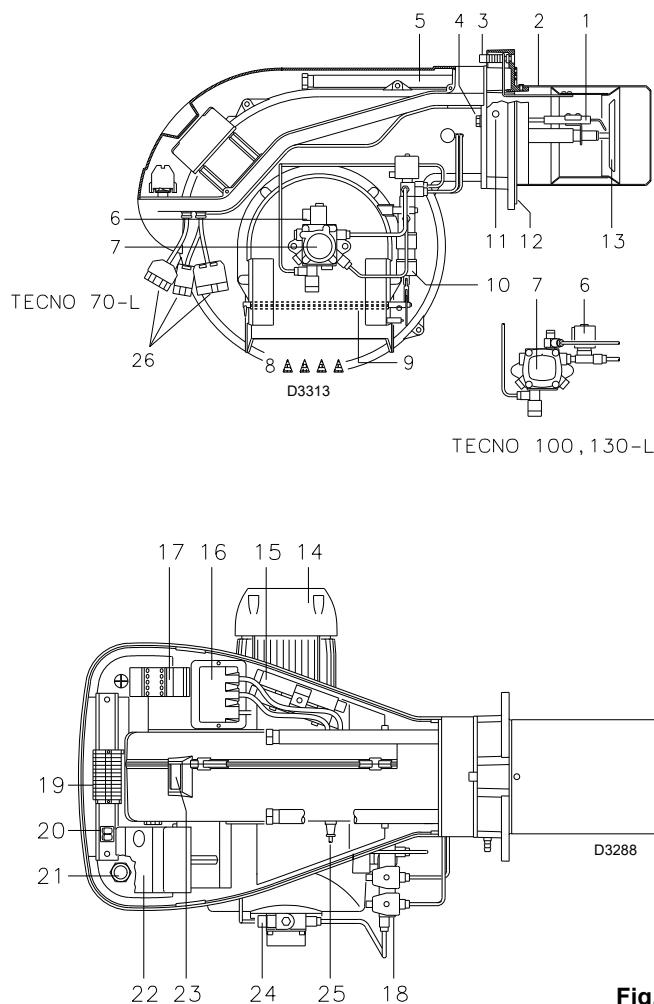

Fig. 2
- 2 - Prolunghi 15) (Fig. 2) per guide 5) (Fig. 2)
3.3 Descrizione bruciatore (Fig. 2)
Blocco apparecchiatura: l'accensione del pulsante (led rosso) dell'apparecchiatura 22)(Fig. 2) avverte che il bruciatore è in blocco. Per sbloccare premere il pulsante per un tempo compreso tra 1 e 3 secondi
Blocco motore: per sbloccare premere il pulsante del relè termico 17)(Fig. 2).